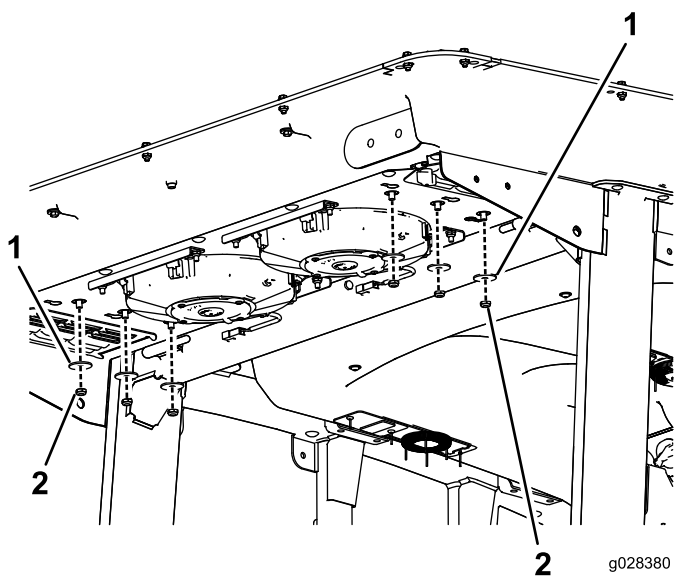

Figura 122
2. Retire las 6 tuercas y arandelas de la parte inferior de la parte trasera de la cabina (Figura 122).